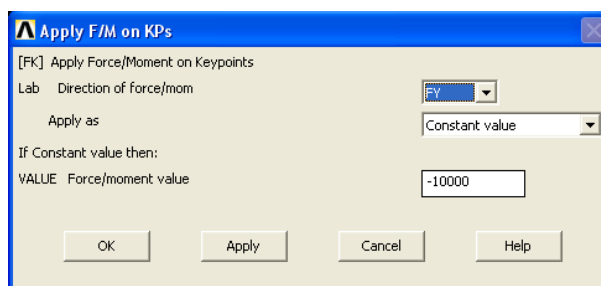

Рис. 2.8. Приложение силы к точке
2) Приложение нагрузки. Зайдите **PrPr** → **Loads** → **Define Loads** → **Apply** → **Structural** → **Force/Moment** → **On Nodes**. Выберите узел 3. Направление силы вдоль оси Y в противоположном направлении, значение -10000 Н (рис. 2.8)